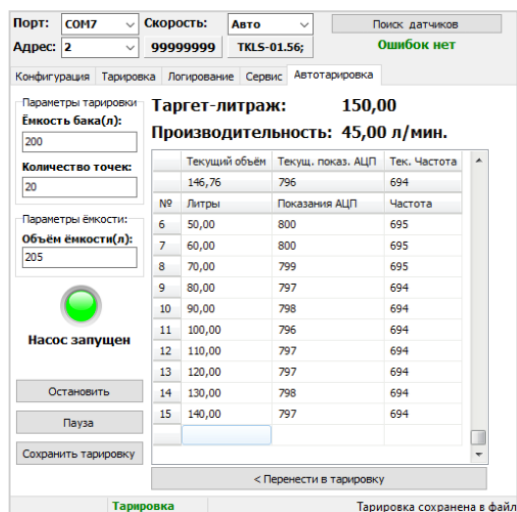

Рис.19. Процесс автотарировки
- для начала процесса тарировки необходимо нажать кнопку «Тарировать». Насос начнет перекачивание топлива из резервуара в бак. На вкладке «Автотарировка» отображается текущее состояние насоса – «Насос запущен» или «Насос выключен» (Рис.19);